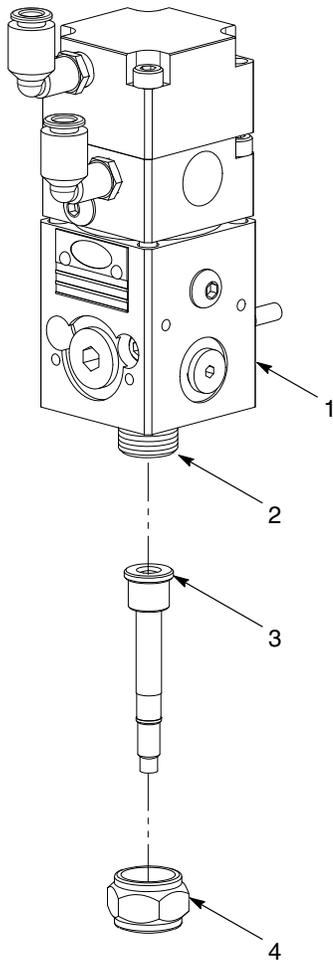

Abb. 4 Typische Düseninstallation
1. Siehe Abb. 4. Das Gewinde (2) am Auftragskopf (1) mit einem Fett einfetten, das mit dem Auftragsmaterial kompatibel ist.
2. Düse (3) mit der Düsenmutter (4) installieren. Düsenmutter gut anziehen.
4. Siehe Abb. 4. Vorsichtig Düsenmutter (4) und Düse (3) vom Auftragskopf (1) abnehmen. Die Düse und das Gewinde des Auftragskopfes (2) mit einem kompatiblen Lösungsmittel reinigen.